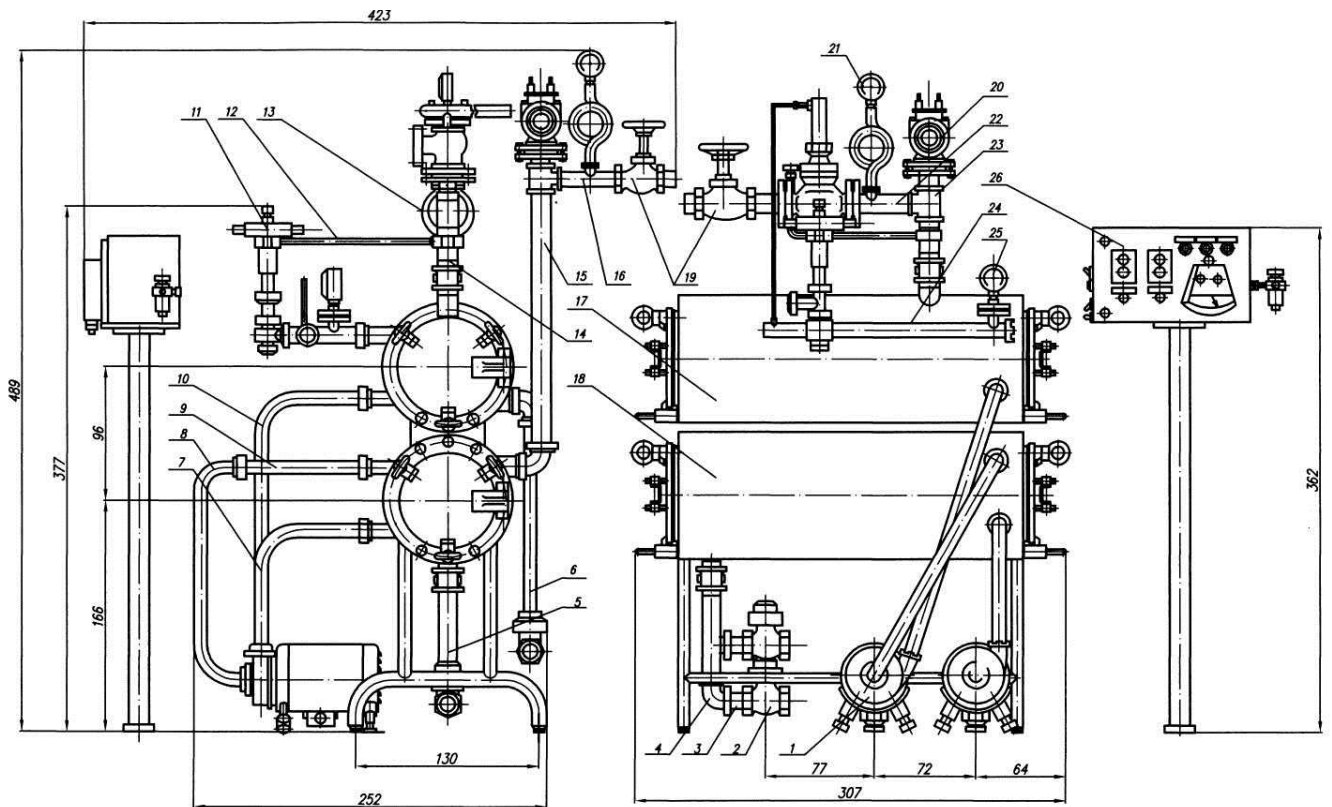
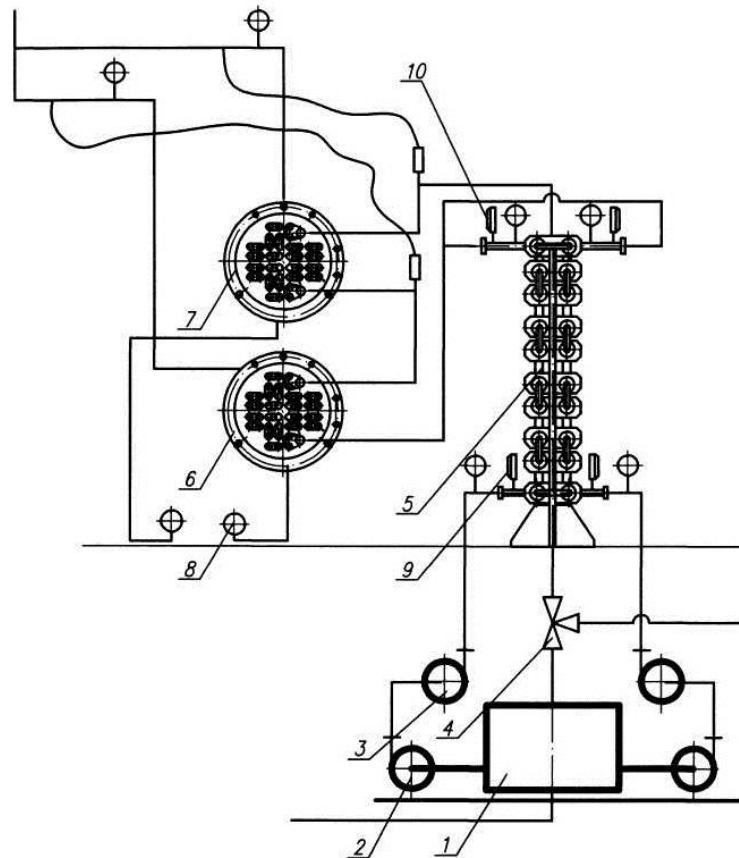

Рис. 8. Загальний вид трубчастої пастеризаційної установки:
Рис. 9. Функціональна схема трубчастої пастеризаційної установки.
**Монтаж.** Трубчасті пастеризаційні установки марки Т1-ОУТ, Т1-ОУН, Т1-ОУК і ТПУ-255М (рис.8) монтують за кресленнями. Функціональна схема трубчастої пастеризаційної установки представлена на рис.9. Трубчастий теплообмінник і насоси для молока встановлюють без фундаментів. До фундаменту кріпиться трубчаста згонка пульта з автоматичним відвідним каналом. До установок прикладаються молокопроводи для з'єднання насосів від водного клапана із трубчастим теплообмінником, довжина визначається взаємним розташуванням відповідно до креслення установки. З установками не поставляється проміжний бак, однак у багатьох випадках для нормальної експлуатації установки його доцільно встановлювати. В проміжний бак подається